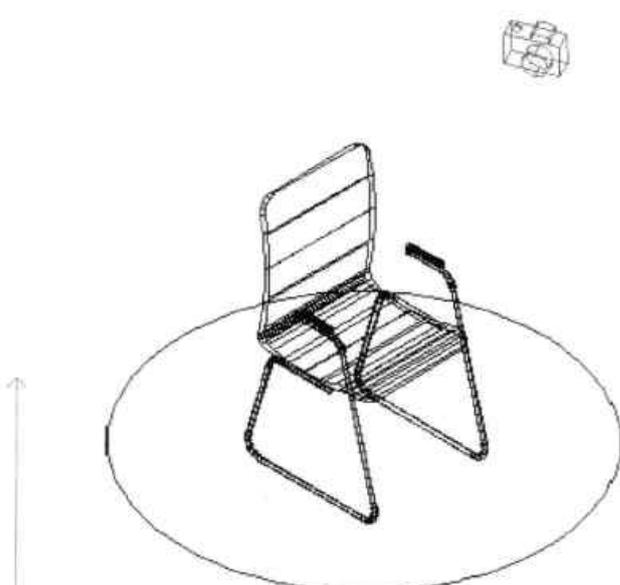

图11-43 绘制圆形
- Step04** 执行“圆”命令，绘制一个半径为 800mm 的圆，如图 11-43 所示。